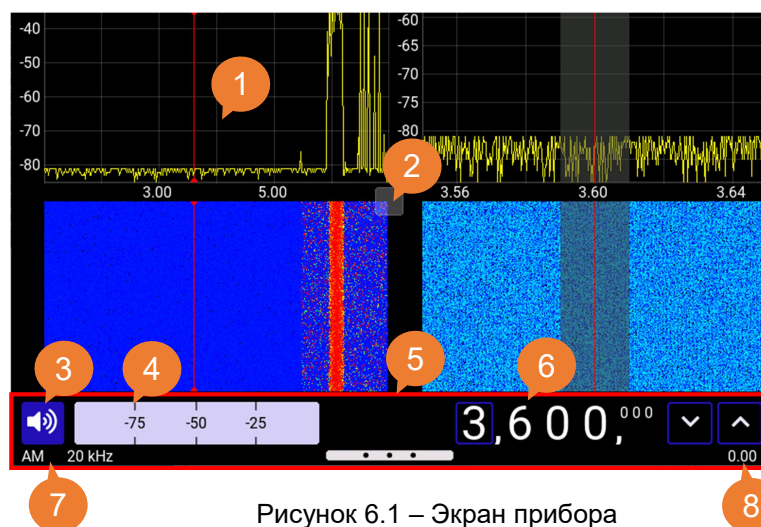

Рисунок 6.1 – Экран прибора
С помощью переключателя «Start muted» можно активировать режим включения приемника с выключенным встроенным динамиком. Также включить и выключить звук из интерфейса приемника можно с помощью кнопки управления громкостью (3) рисунок 6.1. При однократном нажатии на кнопку S-метр (4) замещается ползунком регулировки громкости. При длительном нажатии и удержании кнопки управления громкостью происходит включение (если звук был выключен) звука и наоборот.